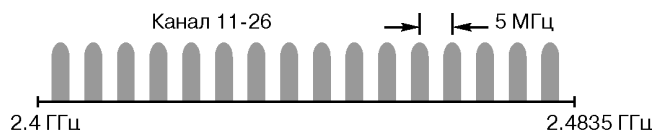

Рис.2.
- **Диапазон частот IMS 2,4 ГГц, разделенный на 15 радиоканалов (см.рис.2)**